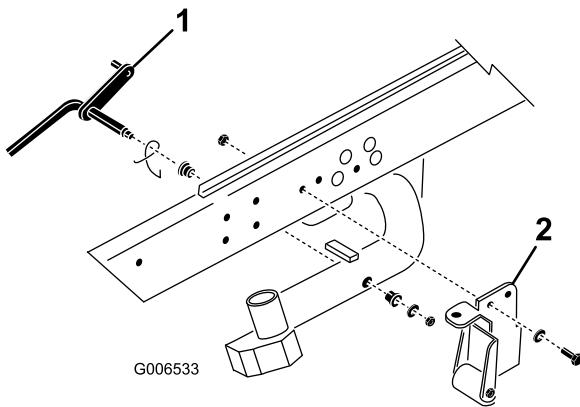

図 9
1. ピボット・ロッドを昇降アーム2番に固定しているロックナットとワッシャを取り外す(図 9)。昇降アームから、ピボット・ロッドとスプリングを取り外す。昇降アーム1番および3番にも同じ作業を行う。
**注** DPAカッティングユニットを使う場合には、ティッパー・ブラケットとティッパー・サポートは必要ありません(図 9)。外しても差し支えありません。